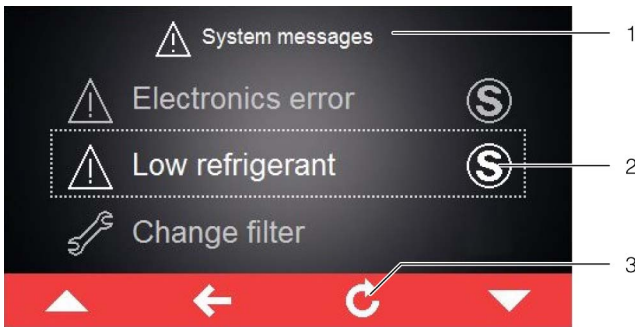

Imagen 30: Pantalla con indicación de fallo
Si se genera una indicación de fallo que no puede ser solucionada por el usuario o que no desaparece por sí sola, aparecerá el símbolo «Servicio» junto a la indicación de fallo, así como en la barra de mando junto al símbolo para indicaciones de sistema (imagen 30, pos. 2).